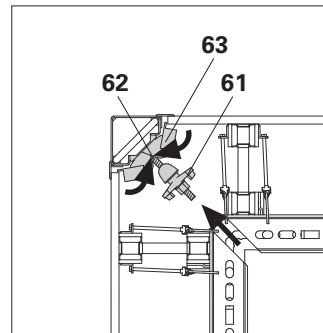

Fig. C3.03
2. Desserrer les écrous 2 oreilles (61) sur SSE, pousser la tige d'ancrage (62) vers l'avant et les mâchoires de serrage (63) vers l'intérieur. (Fig. C3.03)